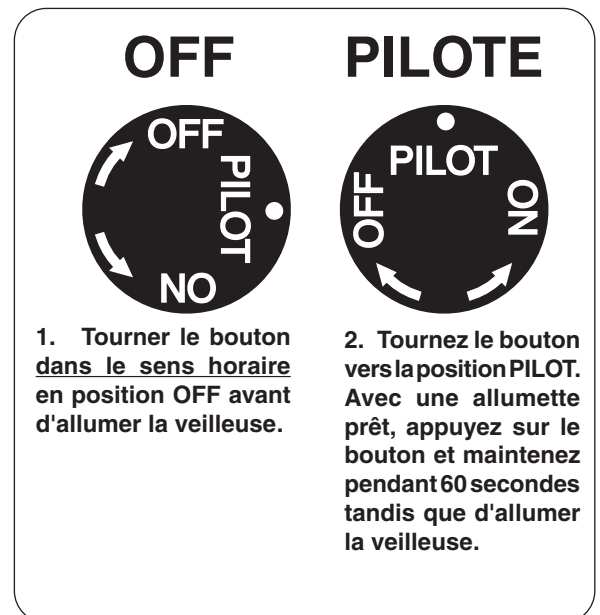

Fig. 38-1 Détail bouton de commande (OFF, PILOTE)
1. Localiser la vanne sur le côté gauche de l'appareil. Appuyer sur le bouton de contrôle du gaz et tourner dans le sens horaire en position **OFF** (Fig. 38-1).
2. Tournez le bouton de réglage dans le sens antihoraire pour **PILOTE** (Fig. 38-1). Appuyez sur le bouton de commande **fermement et pleinement** enfoncée. Mantenga partido largo chimenea o un encendedor cerca del termopar a encender el piloto. Continúe a tenir le bouton de commande pendant environ 60 secondes après que le pilote est allumé, puis relâchez le bouton. Le pilote reste allumé.